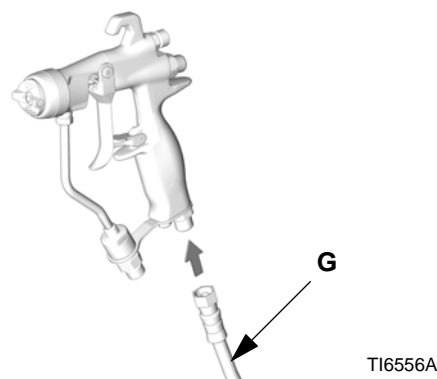

FIG. 2
5. Anslut luftslangen (G) till pistolens 1/4 npsm luftintag. Se FIG. 2.